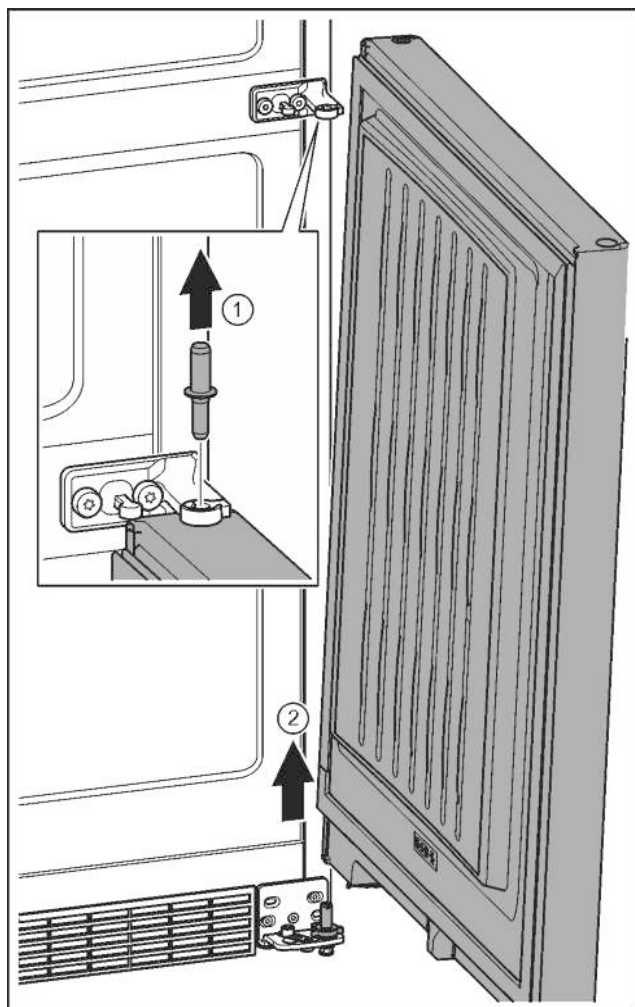

Fig. 12
- Felfelé húzza ki a csapszeget. Fig. 12 (1)
- Az ajtót fordítsa ki, húzza fel, és tegye félre. Fig. 12 (2)